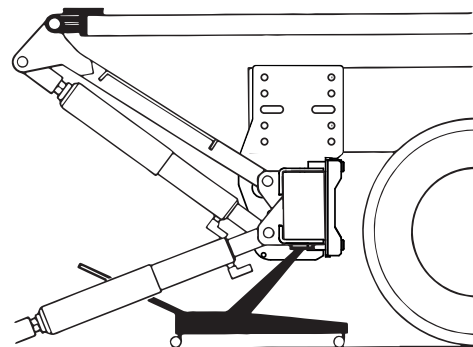

Figura 12. Accesorio de montaje 60536
5. Montar los brazos primeros en los ojetes del accesorio, véase Figura 12. Usar los pernos de pivote comunes del puente de acero.